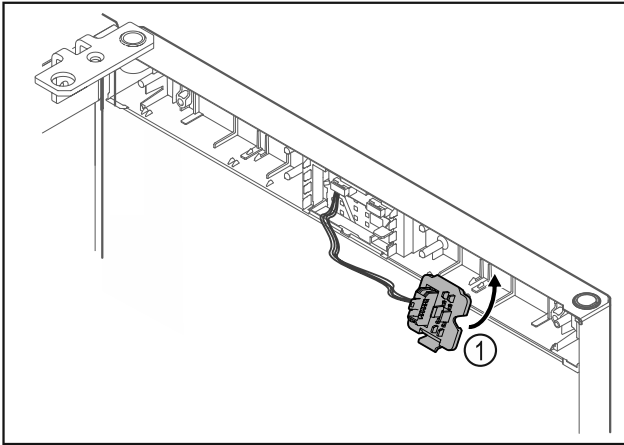

Fig. 25
- Steckerhalterung Fig. 25 (1) auf Gegenseite einrasten.